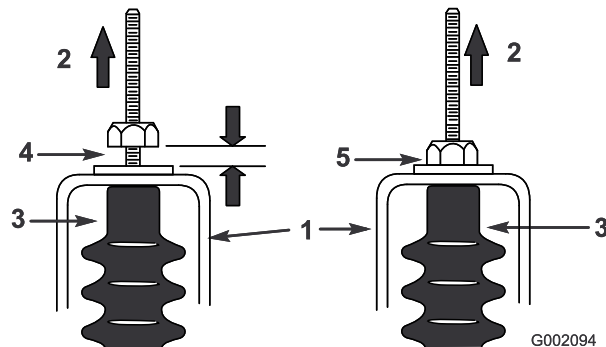

Figura 36
5. Tire hacia arriba de cada cable de cambio y asegúrese de que hay un espacio de 0,76-1,5 mm entre la tuerca/arandela y la pletina de punto muerto (Figura 36). Si no hay espacio, ajuste las tuercas hasta obtener un espacio de 0,76-1,5 mm.